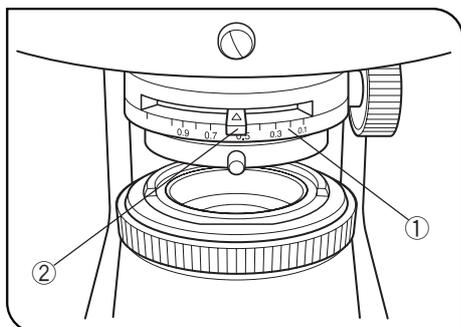

図 19
- 1) 10×対物レンズを使用し、標本にピントを合わせた状態で絞り環①を反時計方向に回して、視野絞りを多少絞り込みます。
- 2) コンデンサ上下動ハンドル②を回して、視野絞り像を標本面にピントを結ばせます。
- 3) コンデンサ心出しつまみ③2ヶを回して、視野絞り像が視野と同心になるように調整します。
**2** 開口絞りについて (図 19)